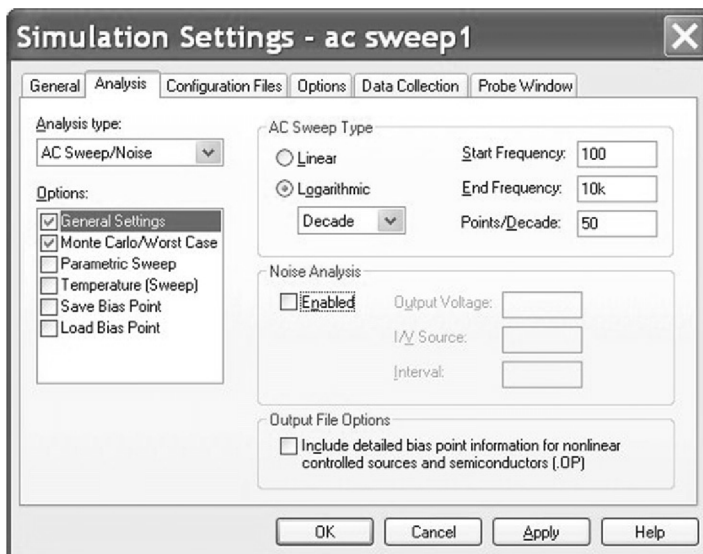

图 10.8 交流分析仿真设置
5. 如图 10.8 所示, 创建名称为 AC Sweep 的 PSpice 仿真设置文件, 对电路进行交流对数扫描分析, 频率范围从 100 至 10kHz, 每 10 倍频 50 个点。并且在 **Options** 对话框中选择 **Monte Carlo/Worst Case** 蒙特卡洛/最坏情况分析。